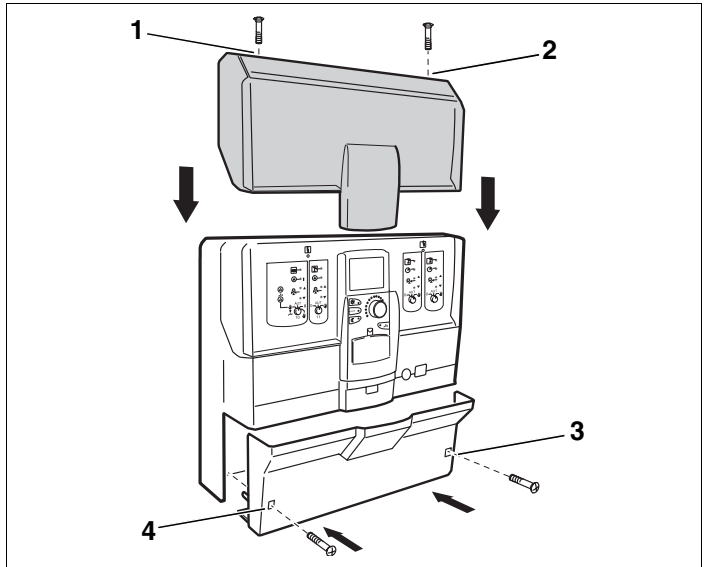

Bild 10 Gehäusedeckel und Leitungsabdeckung montieren
- Die beiden Schrauben am oberen Gehäusedeckel wieder eindrehen (→ Bild 10, [1] und [2]).
- Die beiden Schrauben der Leitungsabdeckung (→ Bild 10, [3] und [4]) wieder eindrehen.